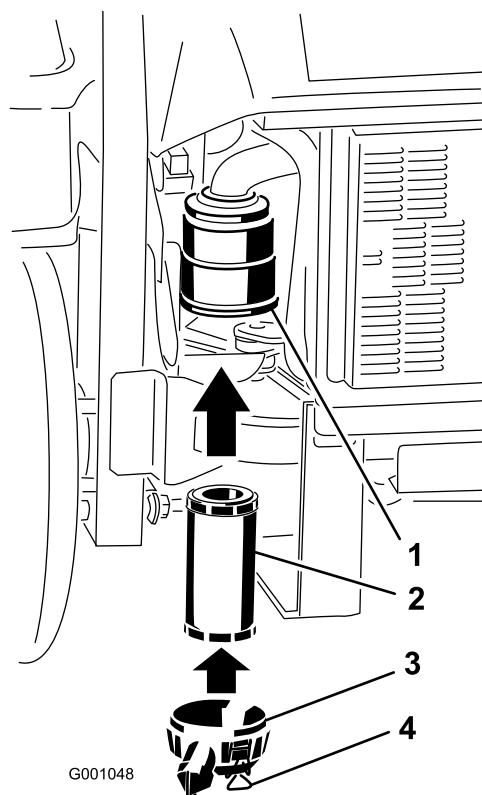

Figura 33
2. Inserite con cautela il filtro nel relativo corpo (Figura 33). Premete sul bordo esterno del filtro mentre lo inserite, per accertarvi che venga inserito a fondo.
3. Montate il coperchio del filtro dell'aria ed i dispositivi di fermo (Figura 33).